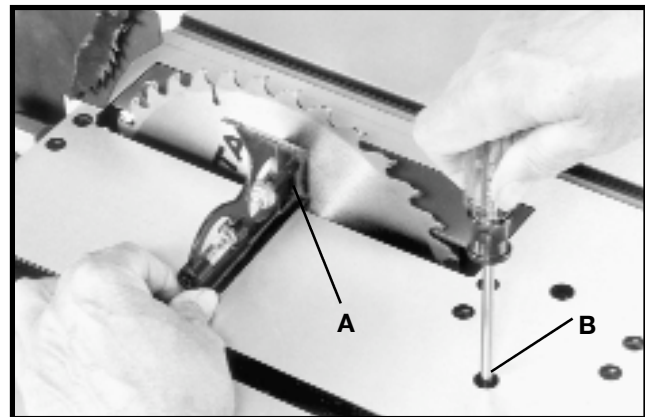

Fig. 38
3. Coloque una escuadra (A), Fig. 38, en la mesa con un extremo contra la hoja, como se muestra, y verifique si la hoja está a 90 grados de la mesa. De lo contrario, afloje el tornillo (B) algunas vueltas y mueva el mecanismo de inclinación de la hoja hasta que ésta quede a 90 grados de la mesa. A continuación, ajuste el mango de bloqueo de inclinación de la hoja y ajuste el tornillo (B) hasta que llegue al fondo.